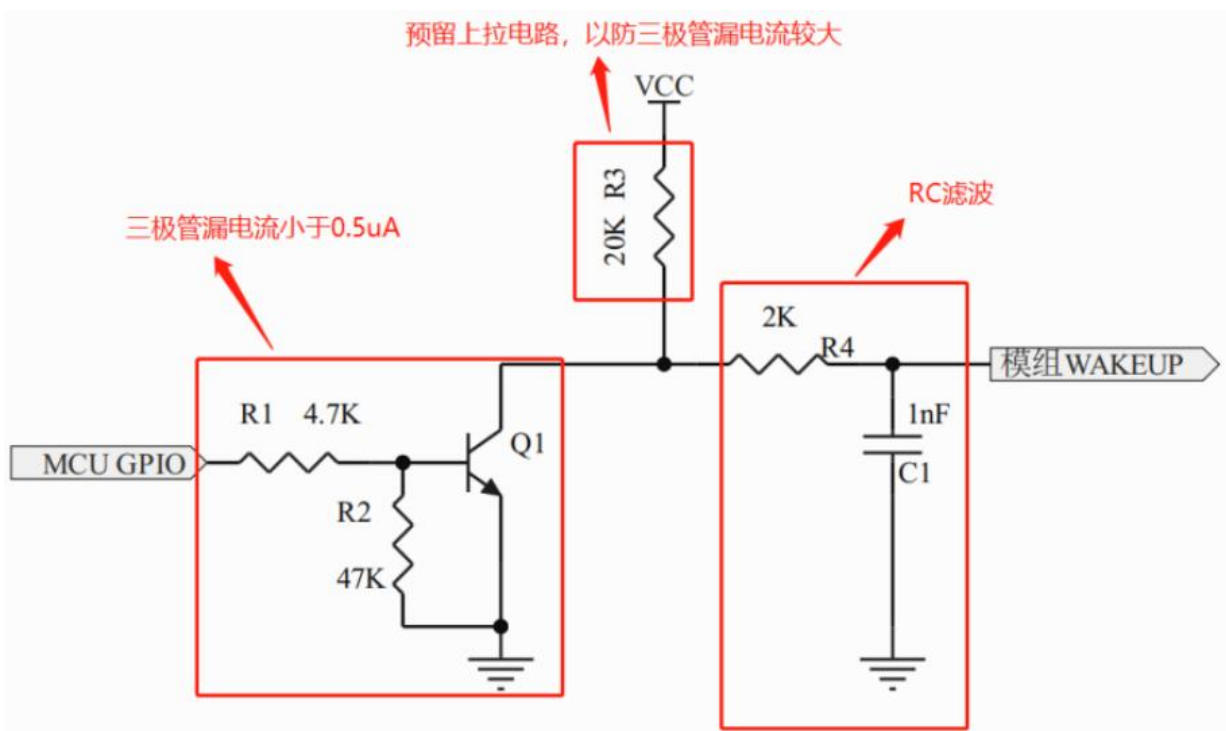

图 12 WAKEUP 脚参考电路
1) NB 芯片 WAKEUP 脚内部上拉电阻非常弱且很容易受到干扰影响，避免模组在休眠状态下而出现异常唤醒需要在 WAKEUP 脚加 RC 滤波电路（如图 12 所示）。模组内部没有此 RC 电路，因此用户主板的外围电路必须添加。
2) 如果外部 MCU GPIO 与模组的 WAKEUP 通过三极管连接（如图 12 所示），要求三极管截止态的漏电流要小于 0.5uA，原因是 WAKEUP 内部上拉较弱，漏电大了可能将 WAKEUP 脚拉到 1.2V 以下。如此就有可能出现 NB 芯片在休眠态下无法被 WAKEUP 脚唤醒情况。
① 用 MOS 管代替三极管，大多数 MOS 漏电流较小。
② 电路上预留上拉电路（如图 12 所示），VCC 的电压范围在 1.8V~3.6V 且要常开，不要用 NB 模组出来的电。